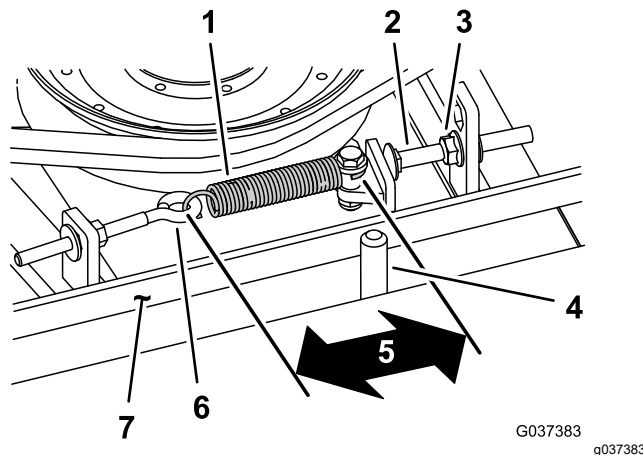

Figure 83
Lorsque le ressort d'extension est correctement tendu, l'intérieur doit mesurer (d'un crochet à l'autre) entre 8,3 et 9,5 cm. Lorsque le ressort est correctement tendu, ajustez le boulon d'arrêt (boulon de carrosserie) jusqu'à obtention d'un jeu d'environ 2 à 5 mm entre la tête du boulon et le bras de tension (Figure 83).
Remarque: La courroie doit être placée du côté ressort du guide (Figure 83).
2. Desserrez le boulon à œil (Figure 83).
3. Desserrez l'écrou à embase qui fixe le boulon d'arrêt à la patte de montage, et écarterez la poulie de tension de la courroie (Figure 83).
9. Raccrochez le ressort d'extension (Figure 83) au boulon à œil et tendez la courroie comme suit :